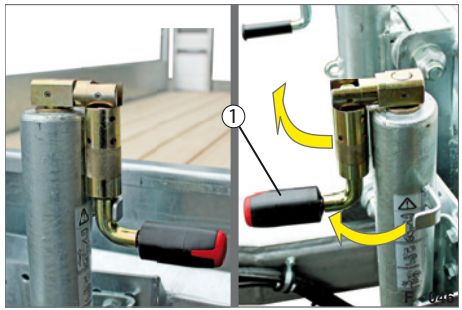
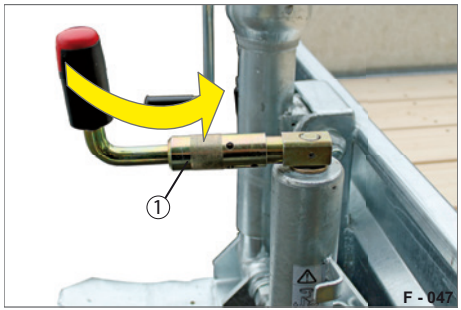

Abb. 27 Kurbel entsichern
Abb. 28 Stützrad hochkurbeln
- Klappen Sie den Kurbel-Griff (Abb. 27/1) nach oben, bis die Schnapp-Sicherung (Abb. 28/1) sich arretiert.